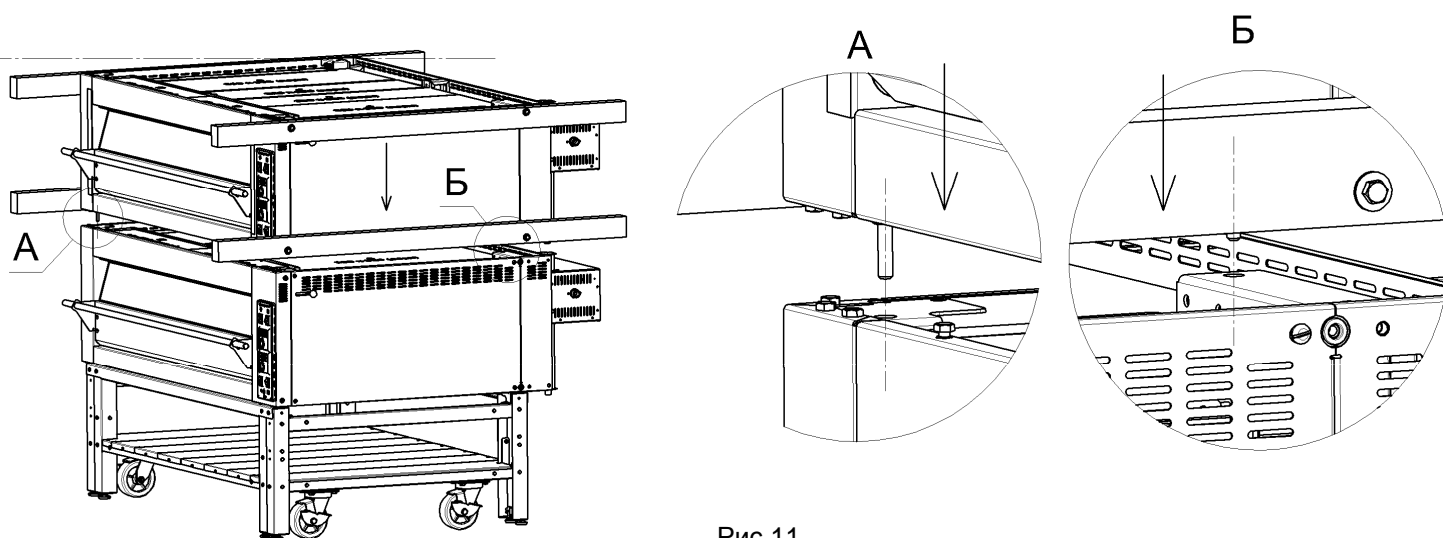

Рис.11
2. Поднять печь ППЭ 1240п (без крышки) за брусья и установить, в качестве средней секции, на нижнюю секцию печи так, что бы концы 4-х шпилек М8 на углах печи попали в отверстия на нижней секции, как показано на рис.11, затем отвернуть болты М8 (ключ на «13»), крепящие брусья к печи, и снять брусья с печи: